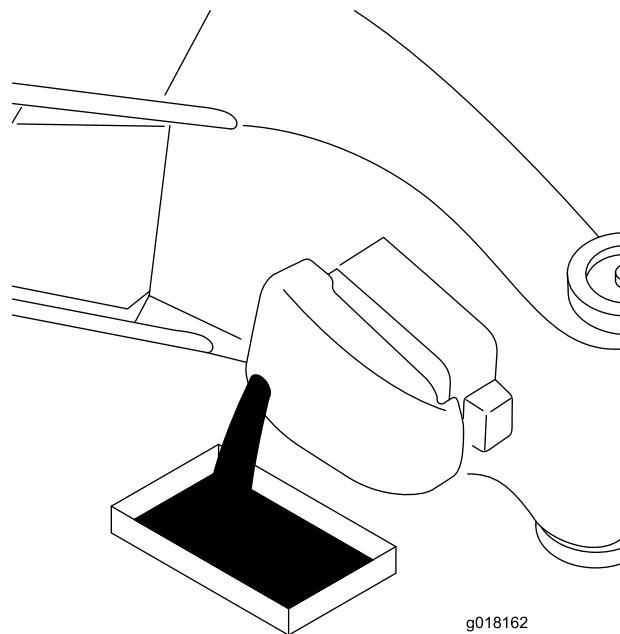

Bild 18
- Kippen Sie den Rasenmäher seitlich (Luftfilter nach oben), um das Altöl über den Öleinfüllstutzen abzulassen (Bild 18).